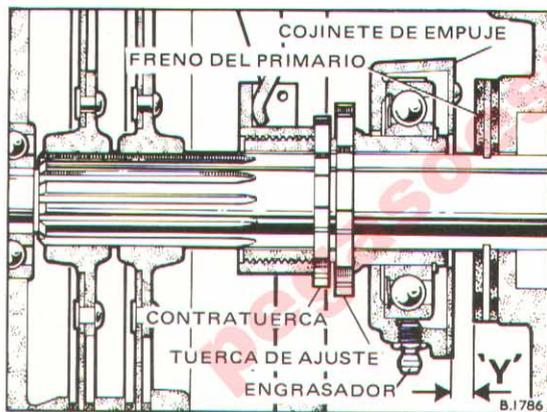

Fig. 7.- Ajuste de la carrera del cojinete de empuje.
1. Ajustar la carrera del cojinete (Y) a 12,7 mm. Este ajuste se realizara mediante la tuerca de ajuste (fig. 7) y es necesario un util especial.